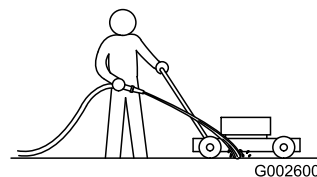

Рисунок 26
1. Установите газонокосилку на ровную поверхность с твердым покрытием, и при работающем двигателе направьте струю воды на пространство перед **правым** задним колесом (Рисунок 26).